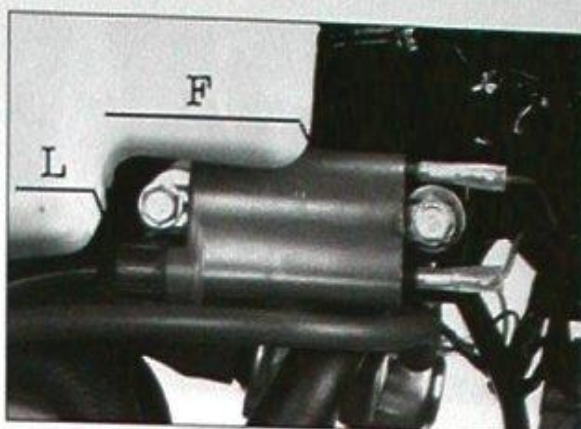

Bild 36
-  Kühlmittelstand muss bei kalter Maschine mindestens bis «L»-Markierung reichen (bei warmer Maschine maximal bis «F»-Markierung, Bild 36).